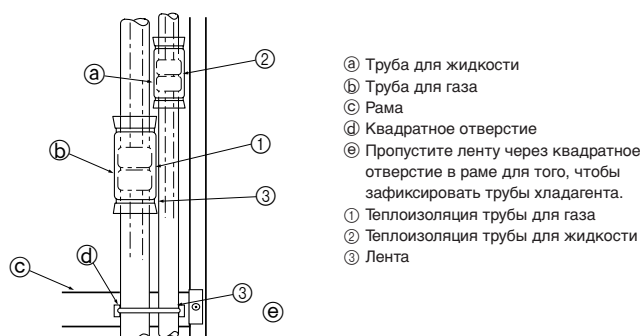

Fig. 4-5
Полностью изолируйте фланцевые соединения ① и ② труб для газа и труб хладагента. Если любая часть соединений не будет изолирована, возможно капание конденсации. (Fig. 4-5)
- Прикрепите теплоизоляцию трубы для газа ① и теплоизоляцию трубы для жидкости ② с обоих концов для предотвращения ее соскальзывания и выровняйте их по отношению друг к другу.
- После завершения установки теплоизоляции на трубы, с помощью ленты ③ прикрепите трубу хладагента к раме (в точке ниже трубного соединения). Это предотвратит приподнятое положение трубы хладагента над рамой. (Если труба хладагента приподнята над рамой, Вы не сможете установить решетку на место).